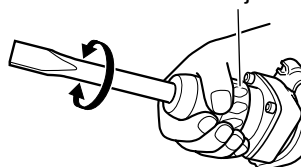
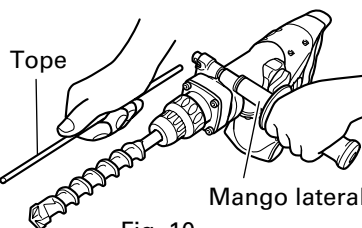

Fig. 9
Fig. 10
- Gire la palanca selectora como se muestra en la Fig. 9 y fije la herramienta en la dirección de trabajo deseada.
- Cambia la palanca selectora a "martilleo" de acuerdo con los procedimientos mencionados en el ítem (1) anterior y asegure la posición de la herramienta.
5. Instalar el tope (Fig. 10)